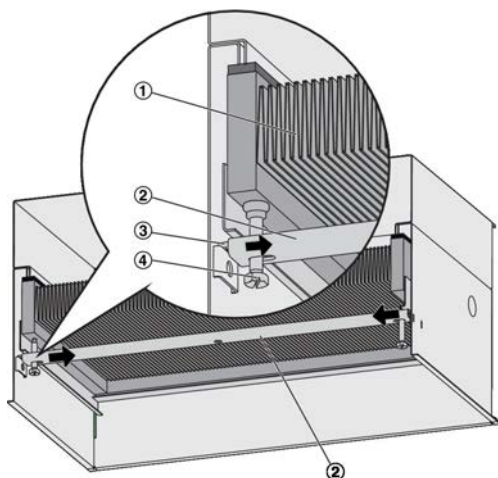

Abb. 10: Filter wechseln
2. ▶ Anpressvorrichtung herausnehmen. Dazu die Spannschrauben (Abb. 10/4) lösen und die Schieber (Abb. 10/3) nach innen drücken. Anpressvorrichtung (Abb. 10/2) mit Filter herausnehmen.
3. ▶ Verschmutztes Filter (Abb. 10/1) aus der Anpressvorrichtung entnehmen und in Kunststoffbeutel fachgerecht entsorgen, siehe Hinweise zur Entsorgung ☞ „Entsorgung“ auf Seite 12.